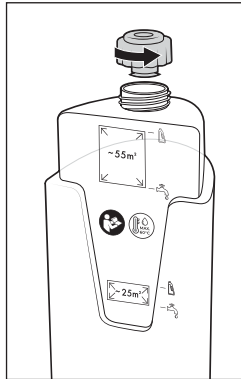

Fig. 7
- ◆ Vire o reservatório de água limpa 11 ao contrário e desenrosque a tampa (ver fig. 7).